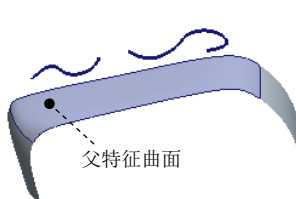
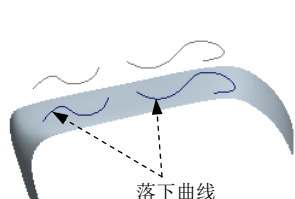

图 10.2.20 选择父特征曲面
图 10.2.21 得到落下曲线
Step8. 选择父特征曲面。在“下落”曲线操控板中单击  参考 按钮, 在  曲面 区域中单击  单击此处添加项 字符, 在系统  选择要进行放置曲线的曲面. 的提示下, 选取图 10.2.20 所示的父特征曲面。此时系统以活动平面的法向为投影方向对曲线进行投影, 从而父特征曲面上产生图 10.2.21 所示的下落曲线。